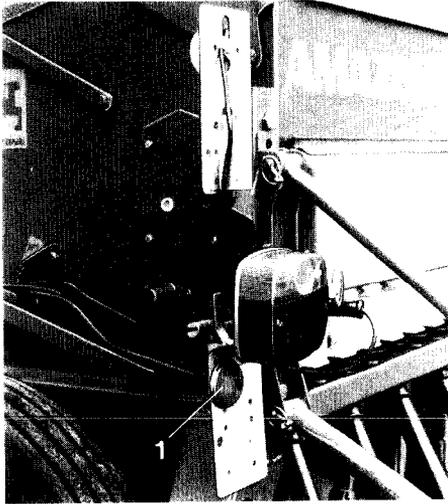
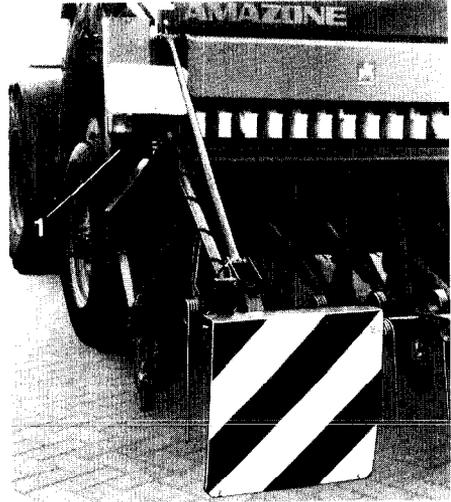

Fig. 31
Fig. 32
- Mettre en place sur les porte-lanternes (fig. 31) du semoir l'éclairage réglementaire, à la partie supérieure pour l'éclairage dirigé vers l'avant (dans le sens d'avancement) et à la partie inférieure pour l'éclairage dirigé vers l'arrière.
Le semoir ne doit être soulevé qu'à une hauteur maximale de 900 mm mesurée entre les cataphotes (fig. 31/1 et 31/2) et le sol. La fig. 32 représente le montage fixe de l'éclairage (code de commande 30690) qui ne doit pas être enlevé dans les champs.